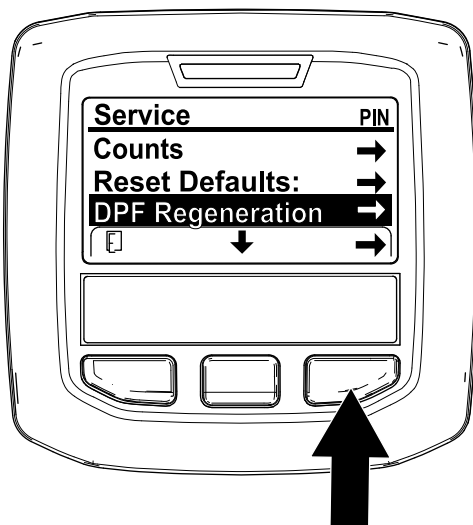

Figura 24
1. Acceda al menú Service (Servicio), pulse el botón central para desplazarse hacia abajo, hasta la opción DPF REGENERATION (Regeneración de DPF) (Figura 24).
2. Pulse el botón derecho para seleccionar la opción DPF Regeneration (Regeneración de DPF) (Figura 24).